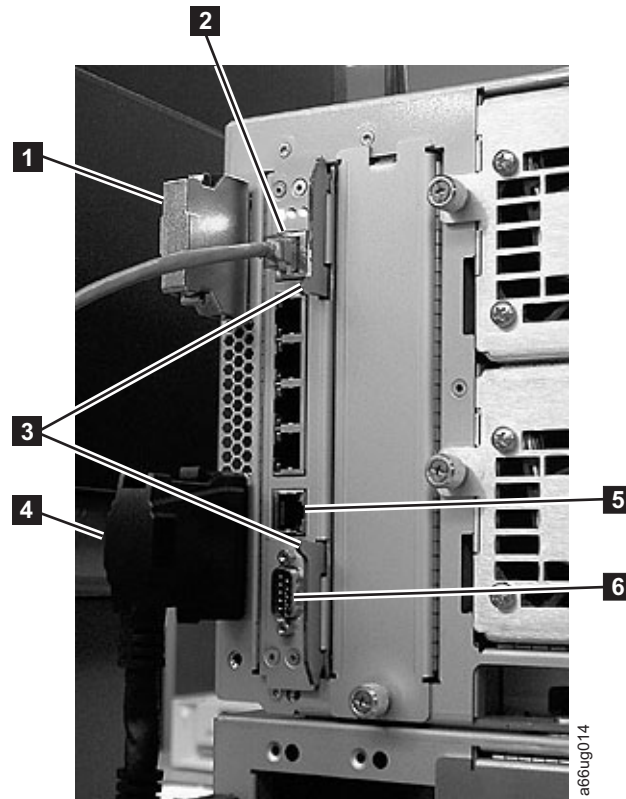

Figura 11-8. Unidad blade de control de biblioteca
3. Sujete los dos pestillos que hay junto a la parte superior e inferior de la unidad LCB (**3** de la Figura 11-8 en la página 11-13) y presiónelos hasta que queden firmemente insertados en su posición.
- Vuelva conectar el cable Ethernet (**2** de la Figura 11-8) pinchando la pestaña y presionando el conector para insertarlo en la unidad LCB.
Nota: hay seis ranuras debajo del cable Ethernet. Las cuatro ranuras superiores están reservadas para utilizarlas en el futuro. Las dos ranuras inferiores están diseñadas como puerto Ethernet (**5** de la Figura 11-8) y puerto serie (**6** de la Figura 11-8) y están reservadas para el uso del personal de servicio técnico de IBM.